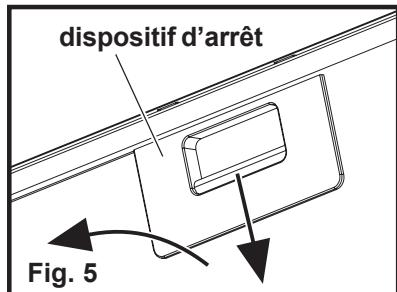

Fig. 5
- Poussez vers le bas le dispositif d'arrêt du filtre à graisse métallique puis retirez-le. **Fig. 5.**